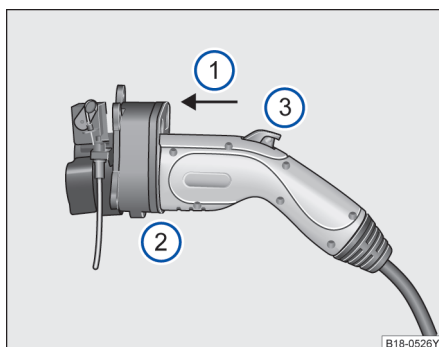

图 112 充电插头示意图
请将充电插头平行地插入充电插座⇒图 112①。
请将充电插头完全插入充电插座⇒图 112②。
请确保充电插头上的按键处于弹起状态⇒图 112 ③。